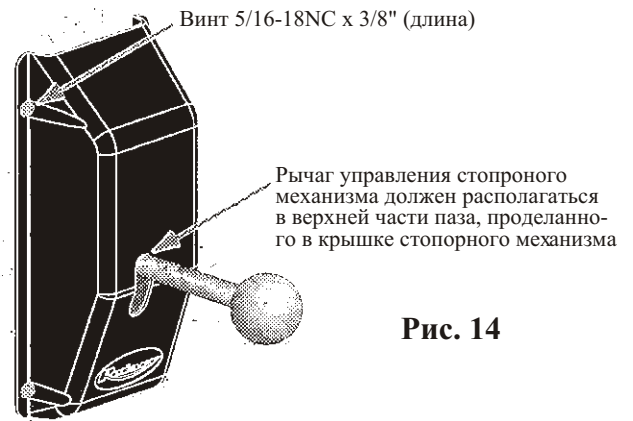

Рис. 14
- 3) После этого НЕОБХОДИМО установить на свое место рычаг управления стопорного механизма, зажимную гайку, распорную втулку 1/2"x3/16" (длина x внеш. диам.), кожух ролика, шайбу-фиксатор и крышку стопорного механизма правой колонны (рис. 14 и 11б). Затем прикрепите сферическую рукоятку к рычагу управления (рис. 11б).